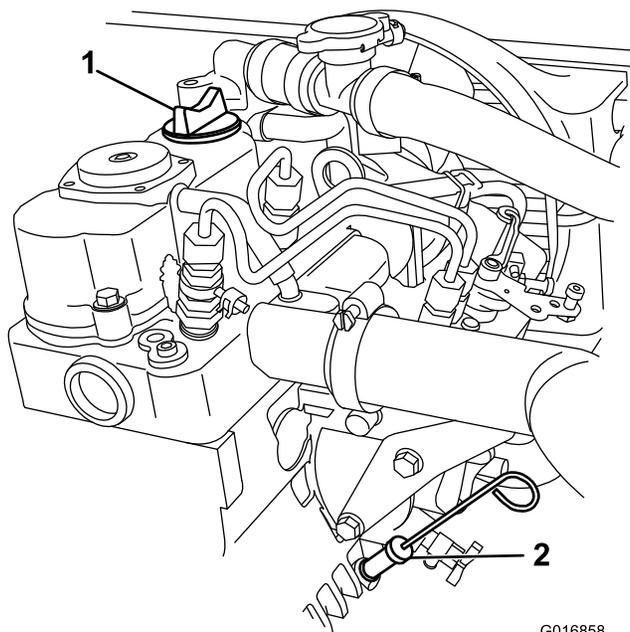

Figura 37
8. Pulite la zona circostante l'asta di livello dell'olio e il tappo di riempimento e rimuovete l'asta (Figura 37).